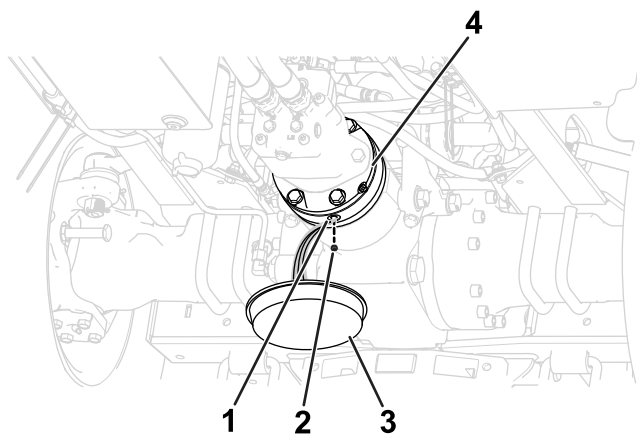

Figura 103
1. Posizionate una bacinella di spurgo sotto il freno idraulico (Figura 103).
2. Rimuovete il tappo di spurgo dal relativo foro (Figura 103).
4. Montate il tappo di spurgo nel relativo foro (Figura 103).